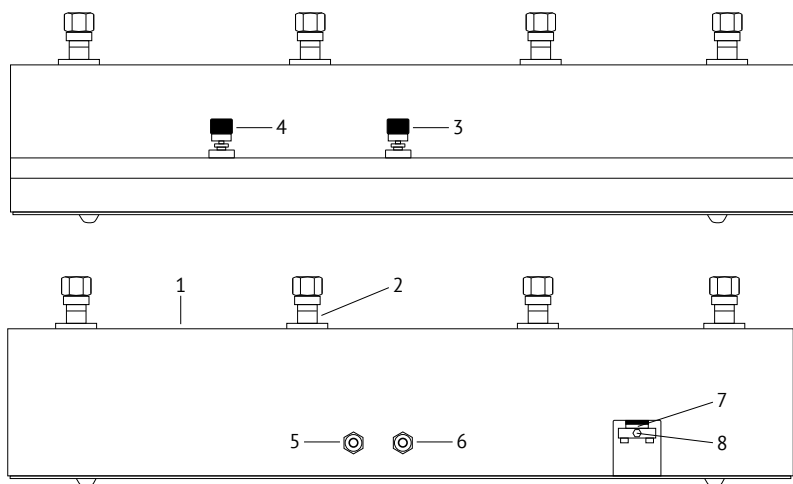

Рис.1. Вид спереди и сзади:
4.1 Внешний вид панели показан на Рис. 1.
жены 4 стойки 2 (Рис. 1), 2-я слева (рекомендуется) для ОСИ, остальные для рабочих СИ. Для повышения и снижения давления служат вентили 3 и 4. С задней стороны расположены быстроразъемные соединения 5 и 6 (при поставке совместно с К-9, К-25 и вакуумным насосом. При поставке только панели ПСКА, выход — резьба G $\frac{1}{4}$ ) для подключения источника давления или разряжения. Также на задней стороне расположено окно для обслуживания грязеуловителя 7. Для слива конденсата из грязеуловителя служит винт 8.
5.9 *Запрещается* наклонять панель ПСКА без предварительной очистки грязеуловителя по п. 8.4, 8.5, так как конденсат находящийся в грязеуловителе может попасть в вентили 3, 4 (Рис. 1) ухудшив их характеристики.
8.3.1 Создать в панели ПСКА давление 5—8 бар и резко, с помощью вентиля 4 (Рис. 1), сбросить его. При этом большая часть конденсата, образовавшегося в трубках панели ПСКА перейдет в грязеуловитель.